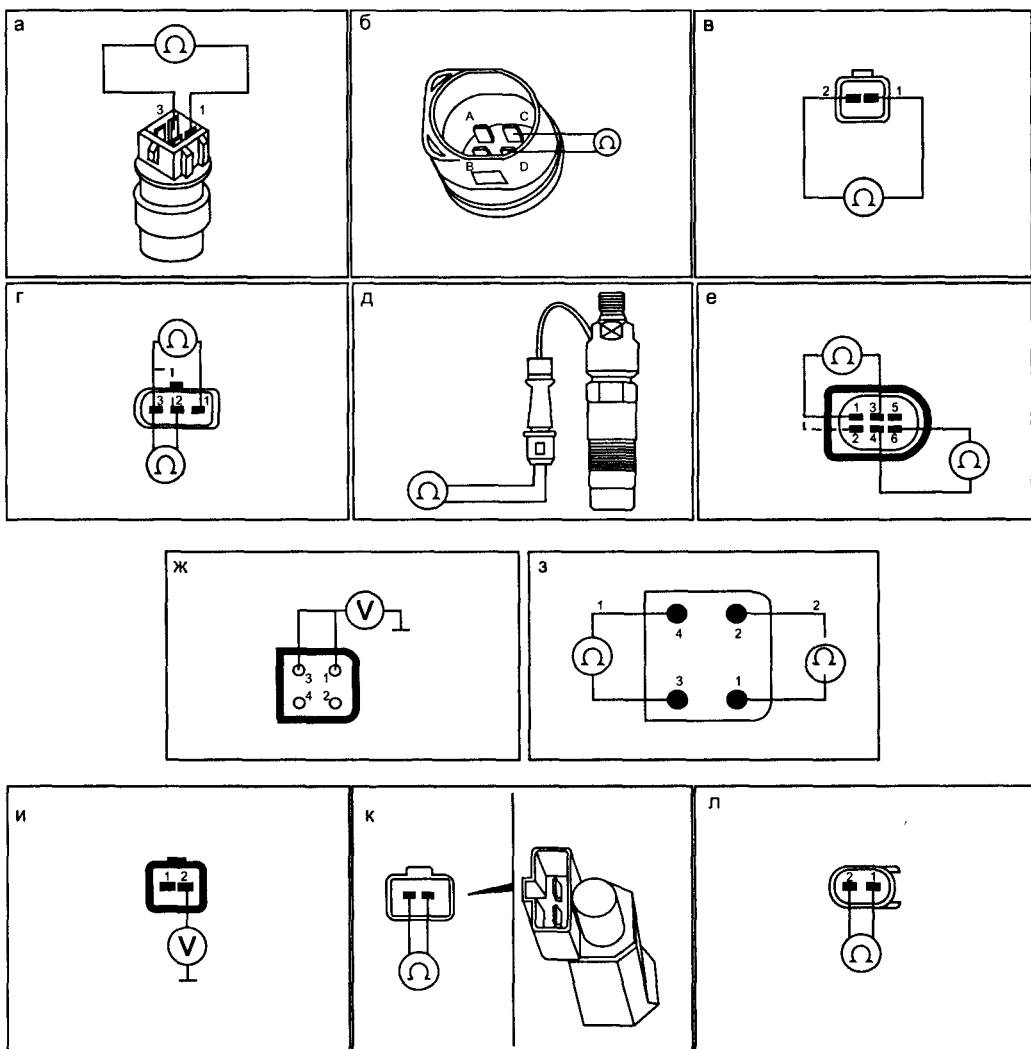

Рис. 1.4.11. Датчики двигателя
Для проверки датчика ЕСТ необходимо извлечь его из системы охлаждения двигателя, смоделировать изменение температуры датчика (например, нагревая его в горячей воде) и проверить изменение сопротивления (см. рис. 1.4.11а — для датчика типа 1 и рис. 1.4.11б — для датчика типа 2) в соответствии с данными табл. 1.4.4.
Для проверки датчика ЕОТ необходимо извлечь его из системы смазки двигателя, смоделировать изменение температуры датчика (например, нагревая его в горячей воде) и проверить изменение его сопротивления (рис. 1.4.11в): при 20 °С оно должно быть около 2600 Ом, а при 80 °С — около 280 Ом.
- отключить разъем датчика СКР и измерить сопротивление обмотки: между контактами 3—2 оно должно быть около 1000 Ом (рис. 1.4.11г), а между контактами 1—2 и 1—3 — бесконечно большое;
- отключить разъем датчика INLS и проверить сопротивление обмотки, оно должно быть в пределах 90...120 Ом (рис. 1.4.11д), на горячем двигателе сопротивление обмотки может быть выше на 20 Ом);
- измерить сопротивление между контактами 2—3 разъема датчика APP, оно должно быть в пределах 800...1400 Ом (см. рис. 1.4.11е);
- нажать педаль акселератора, сопротивление между контактами 4—6 разъема APP датчика должно быть бесконечно большим, а при отпущенной педали — в пределах 600...1400 Ом (см. рис. 1.4.11е).
- отсоединить разъем датчика BPP и проверить наличие напряжения +12 В на контакте 1 разъема жгута (см. рис. 1.4.11ж), если +12 В нет, проверить предохранитель F13, замок зажигания и соответствующие соединения;
- при включенном зажигании проверить наличие напряжения +12 В на контакте 3 разъема жгута (см. рис. 1.4.11ж), если +12 В нет, проверить предохранитель F2, реле К46, замок зажигания и соответствующие соединения;
- нажать педаль тормоза, сопротивление между контактами 1—2 разъема датчика BPP должно быть равно нулю, а при отпущенной педали — бесконечно большим (см. рис. 1.4.11з);
- нажать педаль тормоза, сопротивление между контактами 3—4 разъема датчика BPP должно быть бесконечно большим, а при отпущенной педали — равно нулю (см. рис. 1.4.11з).
- отсоединить разъем датчика CPP и при включенном зажигании проверить наличие напряжения +12 В на контакте 2 разъема жгута (см. рис. 1.4.11и), если +12 В нет, проверить предохранитель F2, реле K46, замок зажигания и соответствующие соединения;
- нажать педаль тормоза, сопротивление между контактами 1—2 разъема CPP датчика должно быть бесконечно большим, а при отпущенной педали — около 0,3 Ом (см. рис. 1.4.11к);
Датчик FLLS находится в топливном баке. Для проверки его необходимо отсоединить от разъема и измерить сопротивление (см. рис. 1.4.11л): при нормальном уровне топлива (более 2/3 бака для кузова А4 и более 1/3 бака для А6) его величина должна быть около 430 Ом, а при низком уровне топлива в баке — около 100 Ом.